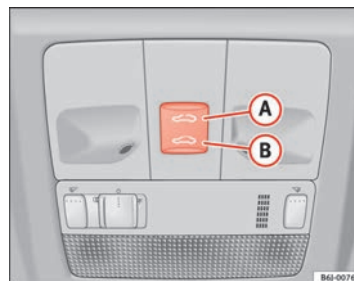

Abb. 52 Panorama-
- Wird der Taster **(B)** ⇒ Abb. 52 ⇒ **(B)** betätigt und betätigt gehalten, führt das Dach die Schließbewegung aus, bis der Taster wieder losgelassen wird.